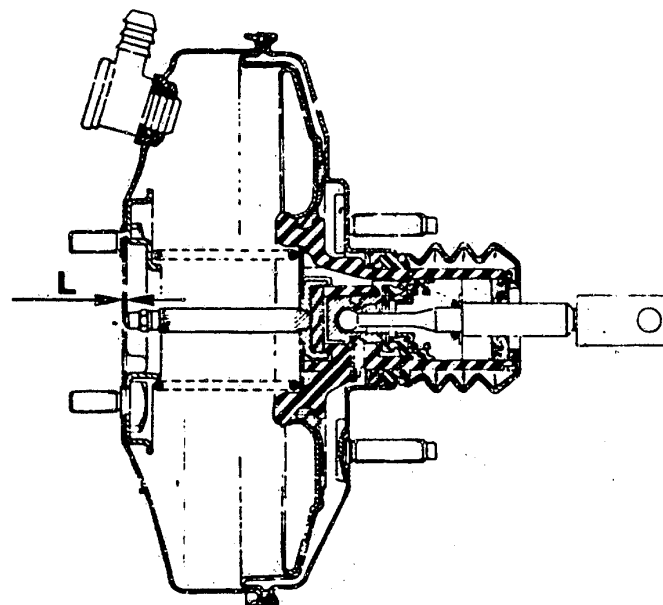

Bild 59 Das Mass L der Stößelstange im Unterdruckverstärker muss 0,3...0,5mm betragen.
a) Der **Hauptbremszylinder** lässt sich in herkömmlicher Art revidieren. Am Unterdruckverstärker ist das Rückstehmass der Stößelstange zu kontrollieren (Bild 59).